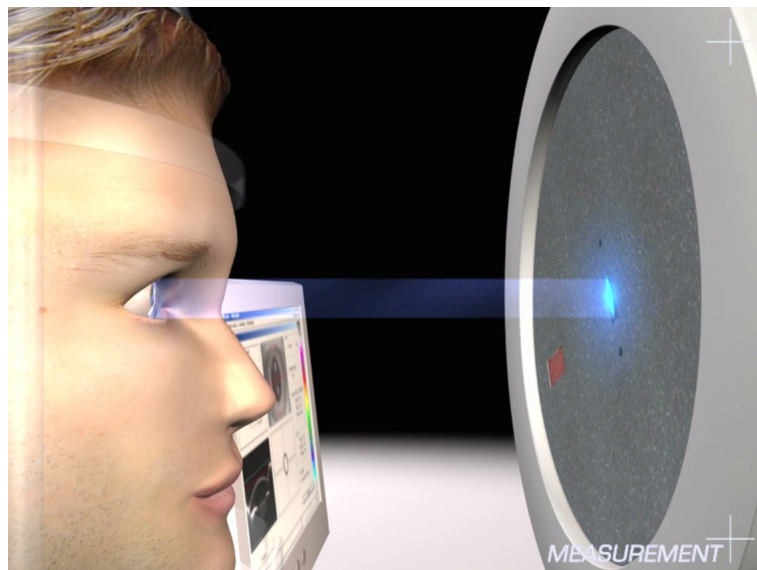

Fig.10: Lumière du biomicroscope sur la cornée
8. Observez l'œil à examiner du patient depuis un côté et vérifiez que la lumière bleue du biomicroscope éclaire la cornée (→ Fig. 10 (page 34)).